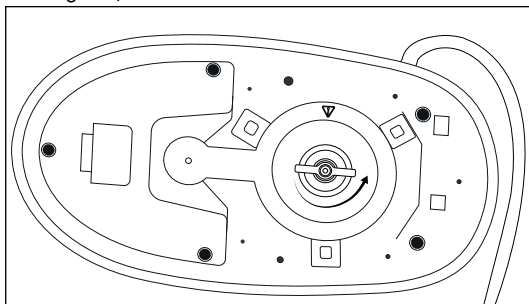
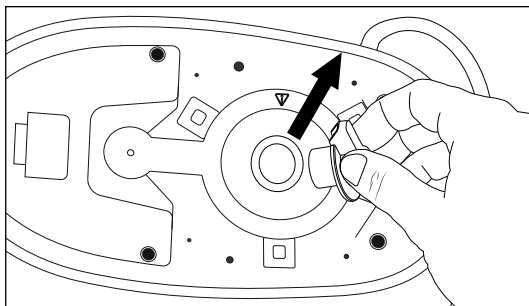

Fig. 11
Fig. 12
- 3) Svitare la chiusura della camera del vapore **7** in senso antiorario ed estrarre la chiusura della camera del vapore **7** dall'apertura (vedere fig. 11 e fig. 12).